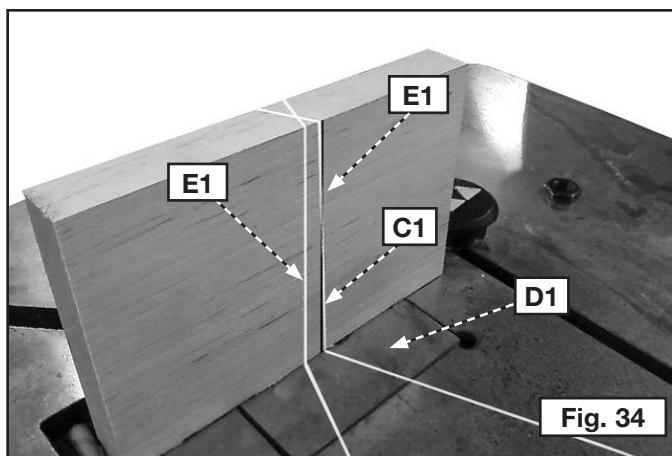

Fig. 34
1. Con una escuadra o dispositivo similar, trace una línea recta (C1) Fig. 34 sobre un pedazo de madera.
2. Coloque la madera sobre su borde, como en Fig. 34, con la línea mirando hacia la parte posterior de la prensa de taladro. Verifique que la madera esté posicionada sobre el punto medio de la extensión de la mesa (D1) Fig. 34, como aparece.
3. Encienda el láser de modo que las líneas rojas se vean en la madera como aparece. Revise que ambas líneas rojas (E1) Fig. 34 estén paralelas con la línea (C1) que usted dibujó.